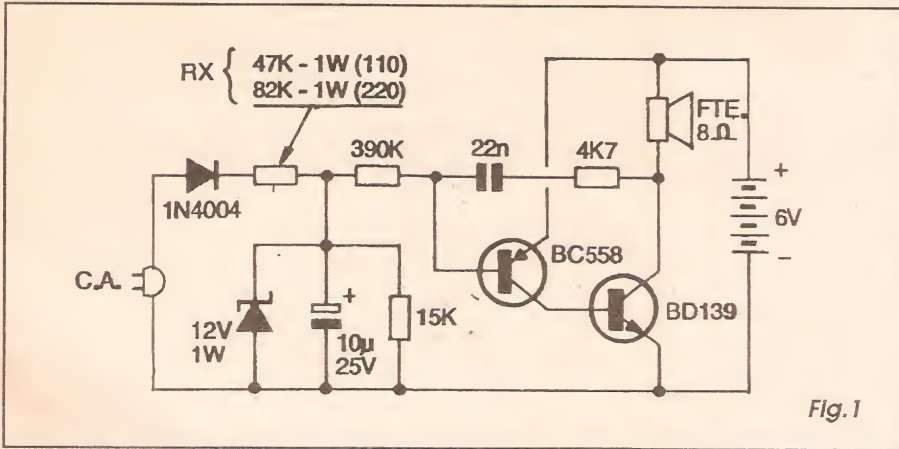
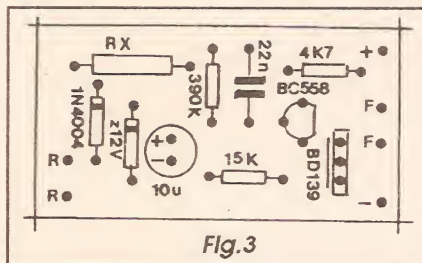

Fig. 1
Fig. 3
- FIG. 1- DIAGRAMA ESQUEMÁTICO DO CIRCUITO - O gerador do sinal de áudio está no *centro* do circuito, na forma de um **ASTÁVEL** (oscilador) estruturado com transistores complementares (o que permite restringir bastante a quantidade de componentes, compactando o circuito...), sendo um BC558 (PNP, baixa potência) e um BD139 (NPN, média potência). A frequência de oscilação (no caso, dentro da faixa central de áudio...) é basicamente determinada pelos valores do capacitor de 22n e dos resistores de 4K7 e 390K. Nesse arranjo de **ASTÁVEL**, para que a oscilação possa iniciar-se e permanecer, é fundamental que o transistor BC558 receba polarização **negativa** de **base** (através do resistor de 390K...), já que o dito cujo é de polaridade PNP... Em condição de *stand by* contudo, havendo energia na rede C.A., o diodo 1N4004, em série com o resistor limitador **Rx** (47K x 1W em 110V, ou 82K x 1W em 220V...)
- **FIG. 3 - CHAPEADO DA MONTAGEM** - O outro lado da plaquinha (o não cobreado...), com os componentes principais estilizados de forma bastante clara... Observar que nos *chapeados* de APE, a maioria dos componentes é estilizada num desenho muito próximo ao de sua aparência real e - quando isso não é possível (ou pode deixar margem a dúvidas...) - iconografado pelo seu próprio símbolo esquemático... Alguns dos componentes (transistores e diodos, no caso...) são polarizados, devendo ter suas posições de inserção rigorosamente respeitadas... Observar que o BC558 deve ficar com seu lado *chato* voltado para o BD139, e que a face metalizada deste deve ficar virada para a posição ocupada pelo dito BC558... Ambos os diodos (1N4004 e zener de 12V...) ficam com suas extremidades de **catodo** (marcadas com um anel ou faixa...) voltadas para a posição ocupada pelo resistor R_x ... Quanto a este (R_x), não esquecer de adequar o seu valor à tensão da rede local, conforme indicam o diagrama esquemático (FIG. 1) e a própria **LISTA DE PEÇAS**... Atenção ainda à polaridade dos terminais do capacitor eletrolítico, bem como as valores dos demais componentes (os não polarizados...). Qualquer dúvida sobre a interpretação dos valores, polaridades ou identificação de terminais, pode ser dirimida com uma consulta ao **TABELÃO APE**... Antes de se cortar as *sobras* dos terminais (pelo lado cobreado...), tudo deve ser re-conferido, incluindo nessa verificação uma análise cuidadosa dos pontos de solda (face cobreada), retificando-se eventuais *curtos*, falhas ou *corrimentos* neles encontrados...